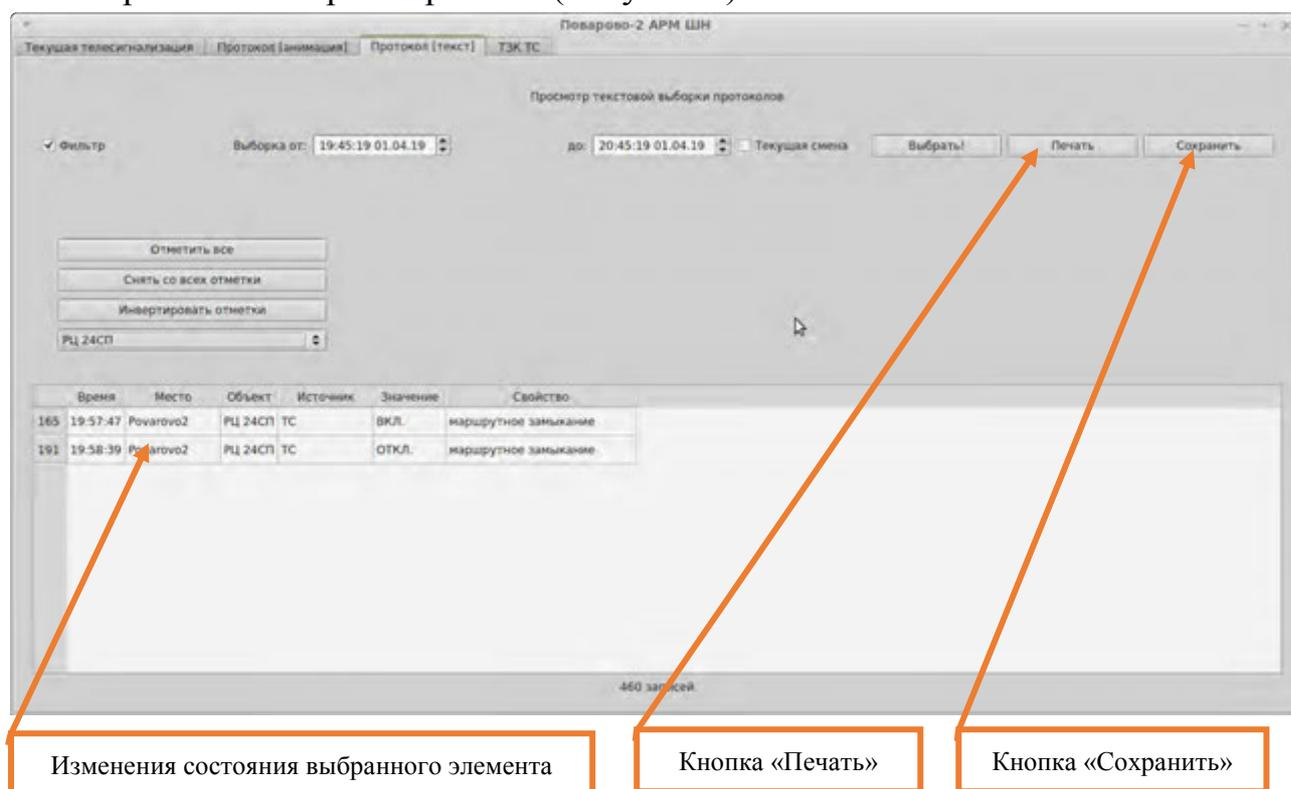
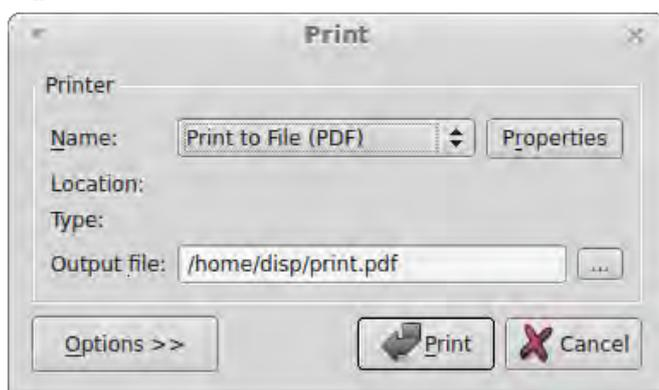
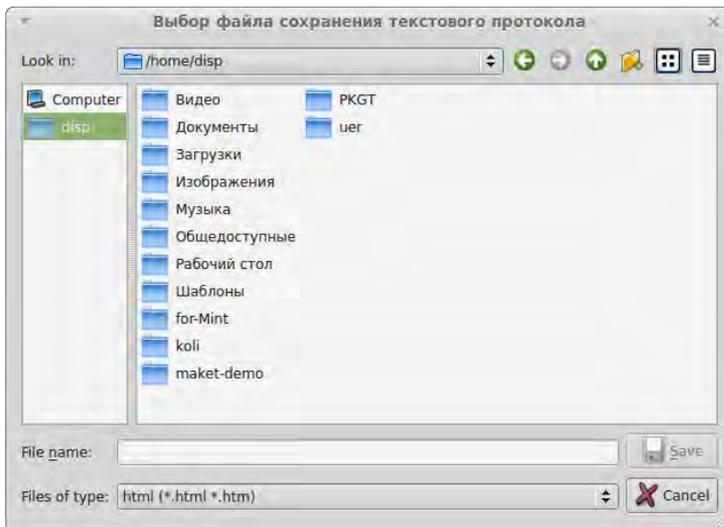

Рисунок 9. Записи по выбранному элементу.
Рисунок 10. Настройка принтера.
Рисунок 11. Сохранение протокола.
7.1.6. Выбрать элемент и нажать на него (Рисунок 8), в правой части окна отображаются записи изменения состояния только выбранного элемента за выбранный интервал времени (Рисунок 9).
7.1.7. Нажать кнопку «Печать» для распечатывания результатов выборки (Рисунок 9), на экране будет отображаться диалог настройки принтера (Рисунок 10).
7.1.8. Нажать кнопку «Сохранить» для сохранения результатов выборки (Рисунок 9), на экране будет отображаться диалог, в котором требуется выбрать путь и задать имя файла (Рисунок 11).